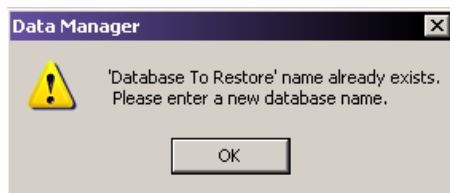

图 8.8 数据库存在警告消息
**说明** 如果已存在同名称的数据库，则系统会显示一条警告（图 8.8）。